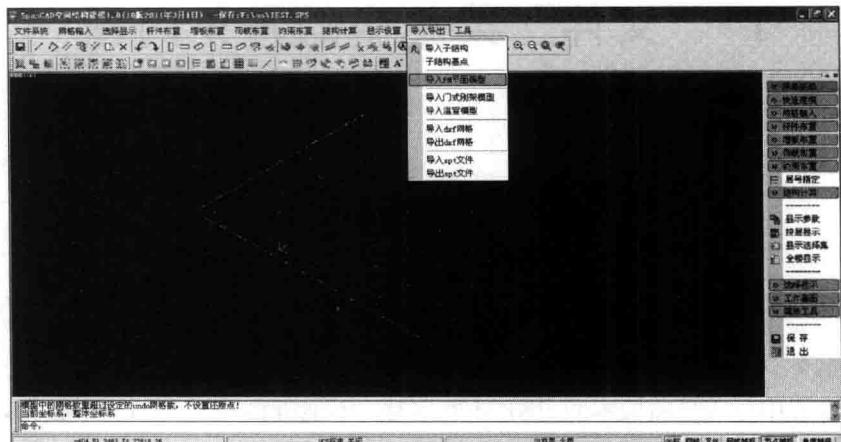
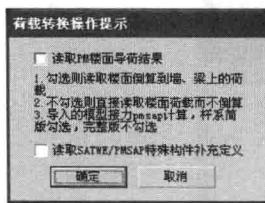

图 1.1.3 导入 PM 平面模型
图 1.1.4 荷载转换
(3) 导入 PM 平面模型（见图 1.1.3 及图 1.1.4）